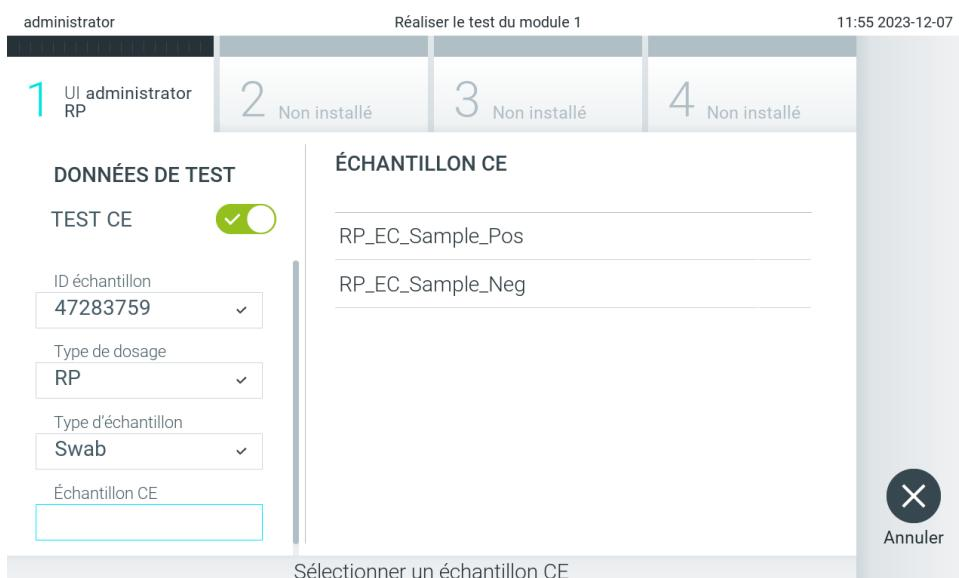

Figure 95. Sélection d'un échantillon CE.
6. Sélectionnez l'échantillon CE approprié dans la liste. Seuls les échantillons CE pour le type de dosage sélectionné sont affichés (figure 95).